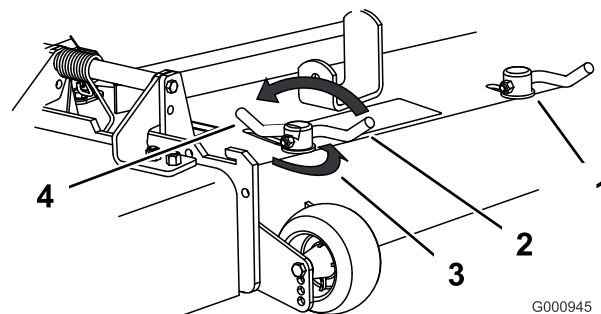

Figura 23
3. Para ajustar los bloqueos de leva, levante la palanca para aflojar el bloqueo de leva (Figura 23).
5. Devuelva la palanca a su posición original para apretar el deflector y los bloqueos de leva (Figura 23).